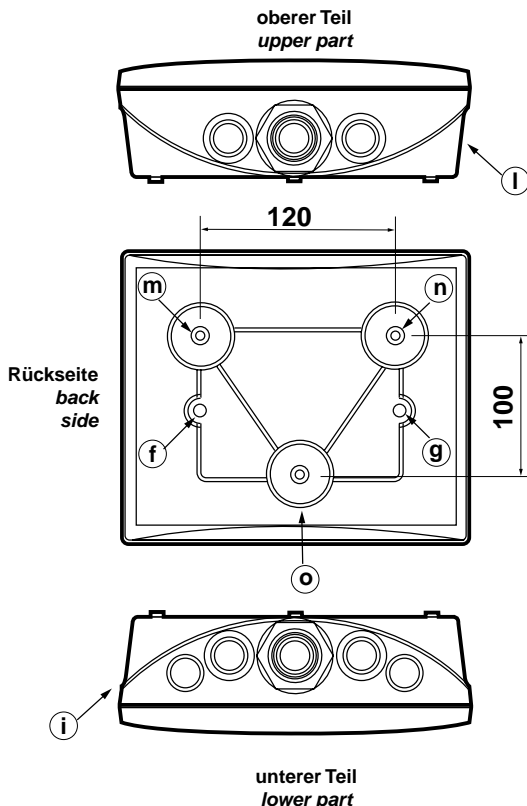

Abb. 1.3.1
5. Bohren Sie in die Rückseite zwei Ausschnitte (Abb. 1.3.1 siehe f, g).
In Bezug auf Abb. 1.3.1 und jeweilige Details:
Nachfolgend werden in Abb. 1.3.1 die Schaltpläne der Elektrischen Anschlüsse aufgezeigt.